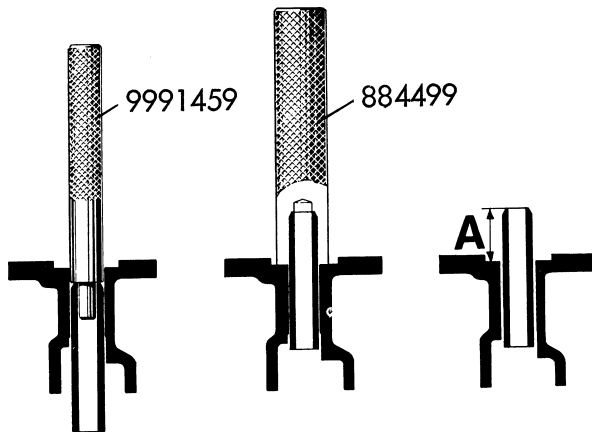

Figure 11. Outil pour démontage et montage des guides de soupapes.
1. Extraire les guides de soupapes avec l'outil No 999 1459 (figure 11).
2. Lubrifier les guides extérieurement et les enfoncer en place avec l'outil No 884499, et qui permet de positionner correctement le guide à la hauteur requise au-dessus de plan des ressorts. Après la mise en place, la distance « A » doit être de 18 mm (voir figure 11).